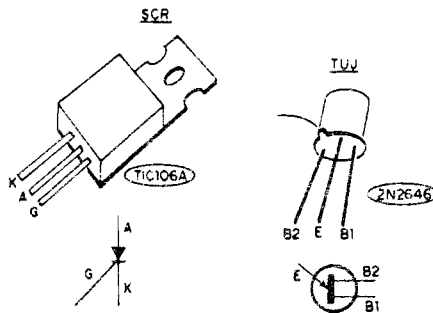

Fig. 3
- **FIG. 3 - DETALHES SOBRE COMPONENTES IMPORTANTES...** - Para auxílio dos iniciantes, a figura traz a aparência, pinagem e símbolos dos componentes ativos do circuito, ou sejam: o SCR e o TUJ. Quanto ao primeiro, a referência é o seu lado que apresenta uma lapela metálica, enquanto que no segundo, o referencial para identificação das "pernas" é uma pequena "orelhinha" ou saliência (indicada pela setinha) junto à base do corpo metálico... De qualquer modo, detalhes de estilização bastante claros, no "chapeado" da montagem (próxima figura), ajudarão ao eventual "começante" a **não errar...**